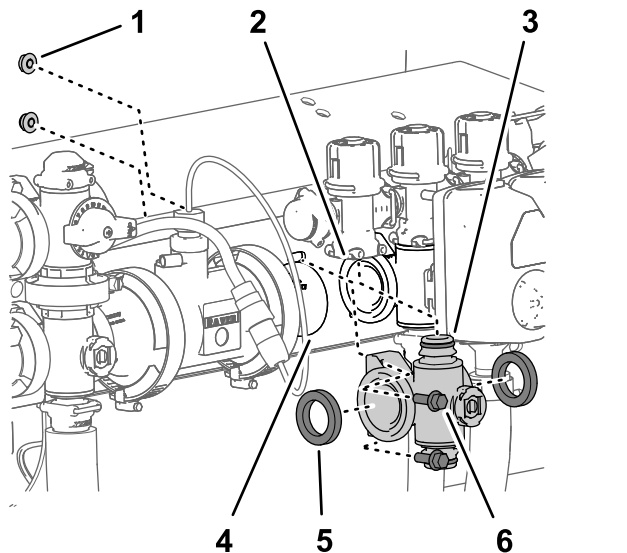

Bild 112
4. Entfernen Sie für die linken oder rechten Abschnittventilverteiler die zwei Bundkopfschrauben ($\frac{1}{4}" \times \frac{3}{4}"$) und die zwei Sicherungsbundmuttern ($\frac{1}{4}"$), mit denen der Abschnittventilverteiler an der Ventilstütze befestigt ist (Bild 112).
5. Schieben Sie den Abschnittventilverteiler und die Dichtungen nach unten, um einen Abstand zum Abschnittsicherheitsventil zu erhalten; entfernen Sie sie dann von der Maschine (Bild 112).